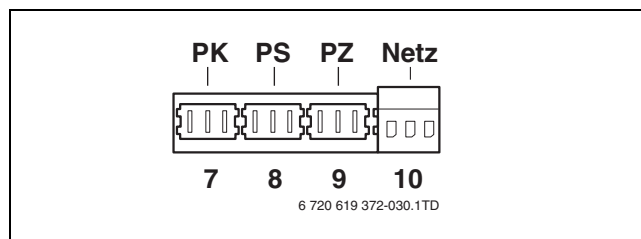

Bild 42 Klemmleiste 230 Volt-Anschlüsse
- Die externe Pumpe an die grüne Anschlussklemme PK (→ Bild 42, [7]) anschließen. Maximal zulässige Leistungsaufnahme der Pumpe = 250 W.
- Speicherladepumpe an die graue Anschlussklemme PS (→ Bild 42, [8]) anschließen. Maximal zulässige Leistungsaufnahme der Pumpe = 250 W.
- Zirkulationspumpe an die lila Anschlussklemme PZ (→ Bild 42, [9]) anschließen. Maximal zulässige Leistungsaufnahme der Pumpe = 250 W.